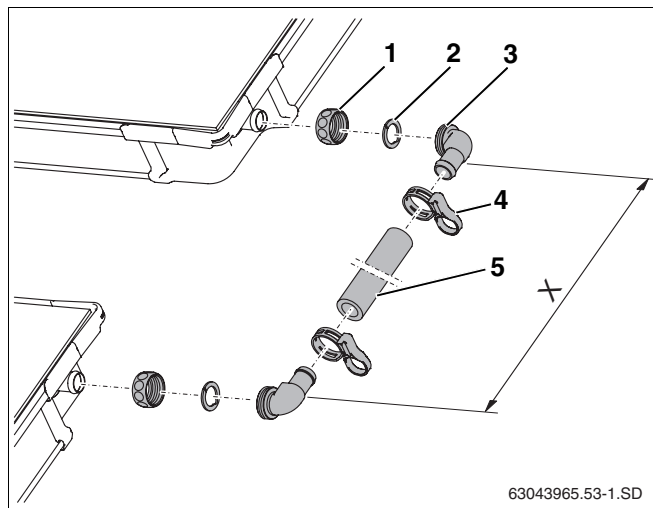

Рис. 60 Комплект для соединения двух рядов коллекторов
- Надеть накидные гайки (рис. 60, поз. 1) на штуцеры коллектора.
- Уложить зажимную шайбу (рис. 60, поз. 2) за выступ штуцера коллектора и нажать на нее.
- Надеть на штуцер угловой наконечник с кольцом (рис. 60, поз. 3), надавив на него, выровнять и затянуть накидной гайкой.
- Измерить расстояние между угловыми наконечниками (размер X) при смонтированных коллекторах и соответственно обрезать шланг (рис. 60, поз. 5).
- Надеть шланг на угловые наконечники и зажать пружинными хомутами (рис. 60, поз. 4).